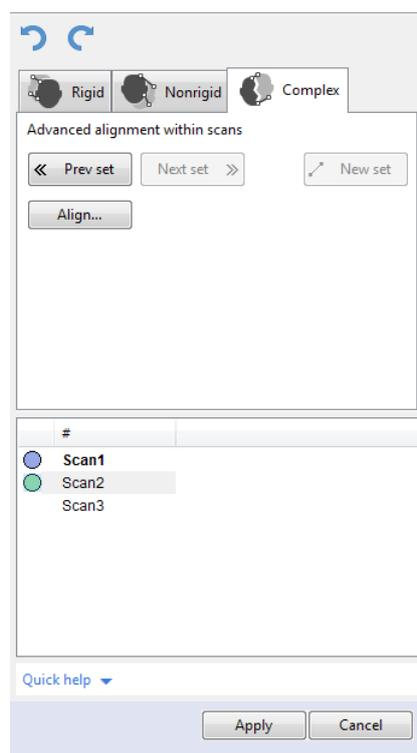

Abbildung 72: Bedienfeld *Ausrichten*: Tabulator *Komplex*.
1. Sicherstellen, dass der *Komplex*-Tabulator selektiert ist (siehe *Abb. 72*).